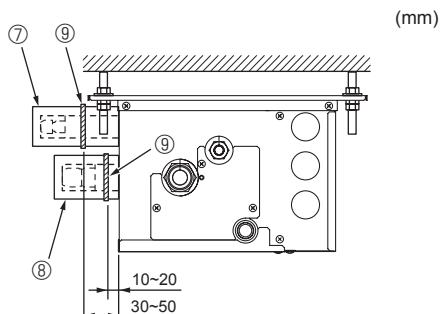

Fig. 7-5
► Utilice los siguientes procedimientos para la parte de conexión interior cuando la unidad interior no está conectada. (Fig. 7-5)
(1) Para evitar fugas de refrigerante, asegúrese de que las tuercas abocardadas están apretadas según los pares\* especificados en la tabla 3.